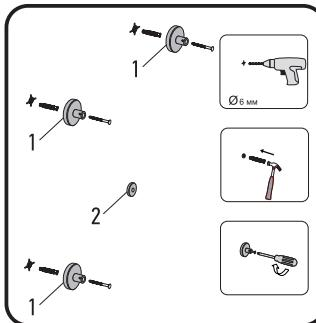

Рис.11
5.12. Просверлите отверстия в стене соответствующим материалу стены сверлом (рис. 11).
5.13. При помощи крепежных элементов закрепите корпус кронштейна (1) и опорный диск розетки (2) (рис. 11).